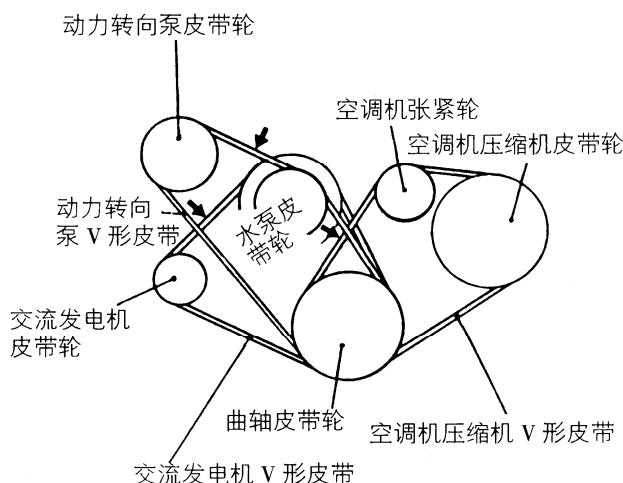

图 2-120 测量皮带挠度
(1) 检查皮带有无损坏或磨损。确认皮带已正确地安装在皮带轮槽内。注意如果皮带发出“尖叫噪音”或打滑，检查皮带有无摩擦、损坏或破裂，并检查皮带轮接触面有无损坏。
(2) 如图 2-120 所示，在皮带轮之间的皮带中心施以 10kg 压力，测量皮带挠度。交流发电机皮带挠度标准值为 7~10mm；动力转向油泵皮带挠度标准值为 6~9mm；空调机压缩机皮带挠度标准值为 7~10mm。注意应图中在所规定的皮带轮（←）之间测量皮带挠度。